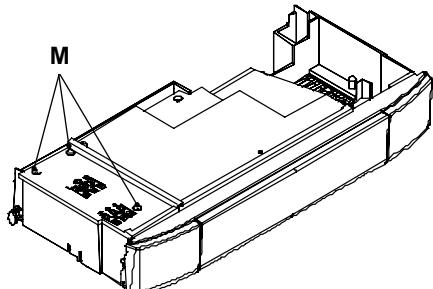

рисунок 5.18
- Ослабьте винты M и снимите сервисную панель (рисунок 5.18).